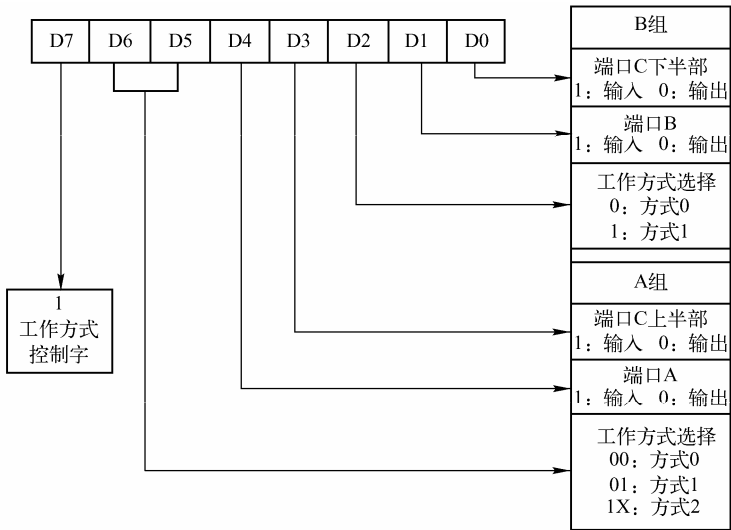

图 6.5 8255A 工作方式控制字格式
(2) 8255A 的控制字。8255A 在投入工作前必须设定工作方式，工作方式由初始化程序对 8255A 的控制寄存器写入控制字来决定。控制字共有两种：工作方式控制字和 C 口的按位置位/复位控制字。
① 工作方式控制字。控制 A 口、B 口、C 口的工作方式的控制字。其格式如图 6.5 所示。其中 D7 是特征位，D7=“1”表示是工作方式控制字，D6~D3 用来定义 A 口和 C 口的高 4 位（即 A 组）的工作方式；D2~D0 用来定义 B 口和 C 口的低 4 位（即 B 组）的工作方式；在方式 1 或 2 时，D3 或 D0 只能定义 C 口中未用做联络线的各位是用做输入还是用做输出，而不会改变作为联络线的各位的固定作用。
MOV    A, #8AH          ; A 中为工作方式控制字，可参见图 6.5 所示